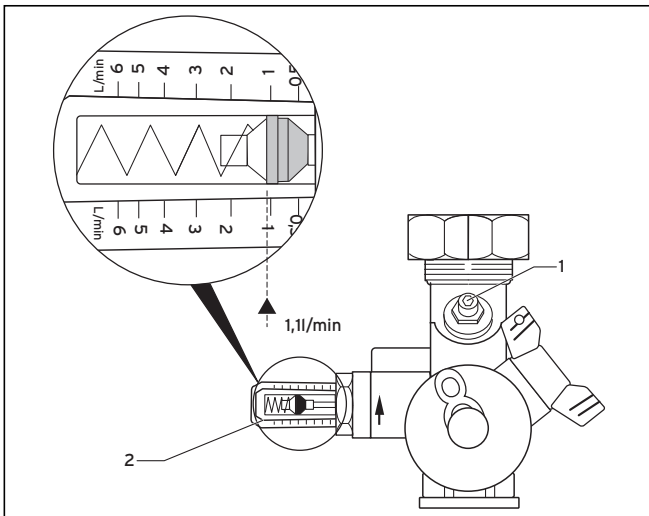

Fig. 8.2 Limitador de caudal
El limitador de caudal (→ Fig. 8.2) es una componente esencial de la instalación solar.
- Tras realizar el ajuste aproximado mediante la bomba de circulación, realice el ajuste de precisión con el husillo (1) del limitador de caudal (→ Fig. 8.2). Puede ver el valor ajustado en la indicación (2).